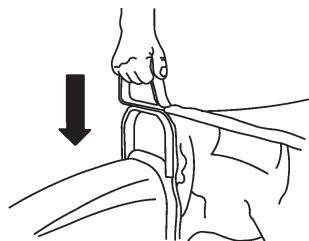

Figure 42
15. Accrochez la poignée avant du sac à la bride de l'éjecteur (Fig. 42). Poussez la poignée vers le bas pour bien l'engager en position.